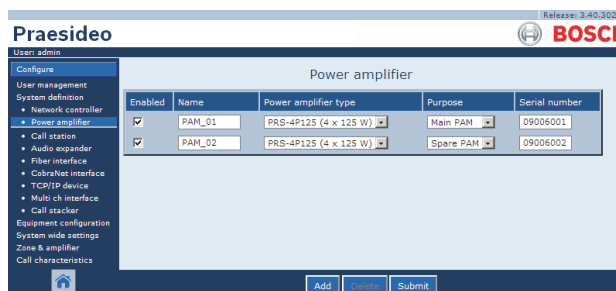

figure 43.8 : Suppression d'un amplificateur de puissance, étape 1
- Allez à **Configure > System definition > Power amplifier**. Un écran semblable à celui de la figure 43.8 s'affiche dans le cadre principal de l'interface Web.